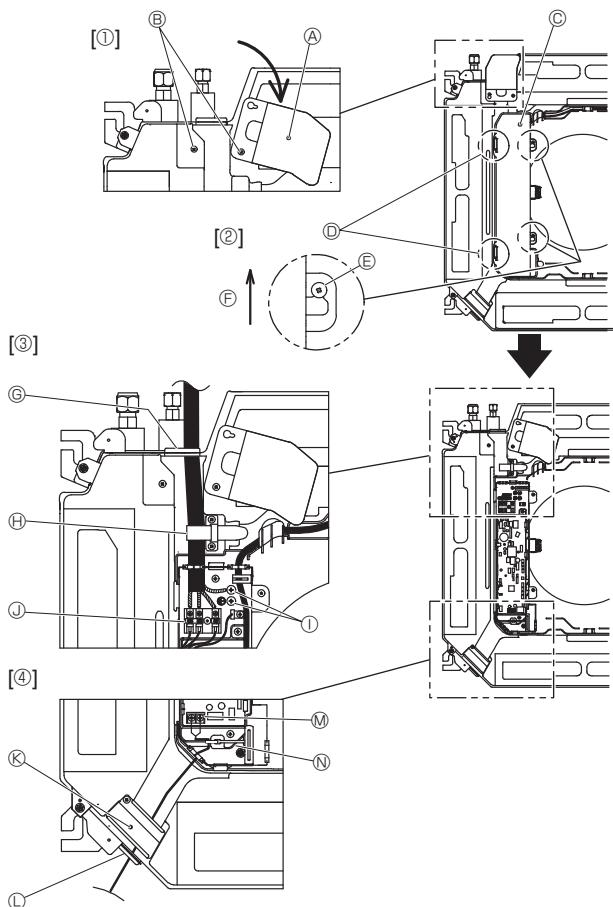
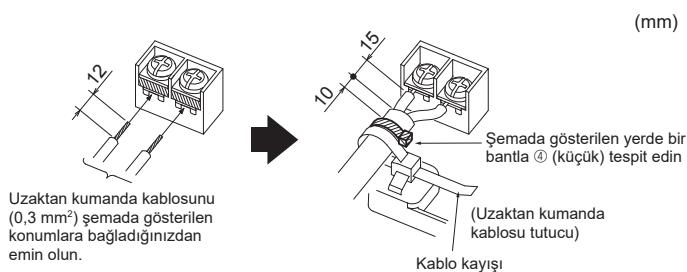

Fig. 6-1
Fig. 6-3
6.1. İç ünite (Fig. 6-1)
1. Elektrik kablosu servis panelini sabitleyen iki vidayı söküp ve ardından elektrik kablosu servis panelini çevirin. [Fig. 6-1 ①]
2. Elektrikli kutusu kapağını sabitleyen iki vidayı söküp ve ardından elektrik kutusu kapağını kaydırarak çıkarın. [Fig. 6-1 ②]
3. Kabloyu, iç/dış ünite bağıntı kablosunu ve topraklama telini şemada verilen kablo girişlerinden geçirin. [Fig. 6-1 ③]
Kıvrımlı yuvarlak terminali kullanamıyorsanız Fig. 6-3 ile Fig. 6-6 arasındaki şökkillere bakın.
4. Uzaktan kumanda kablosunu şekilde gösterilen kablo girişlerinden geçirin ve bağlayın. [Fig. 6-1 ④, Fig. 6-3]